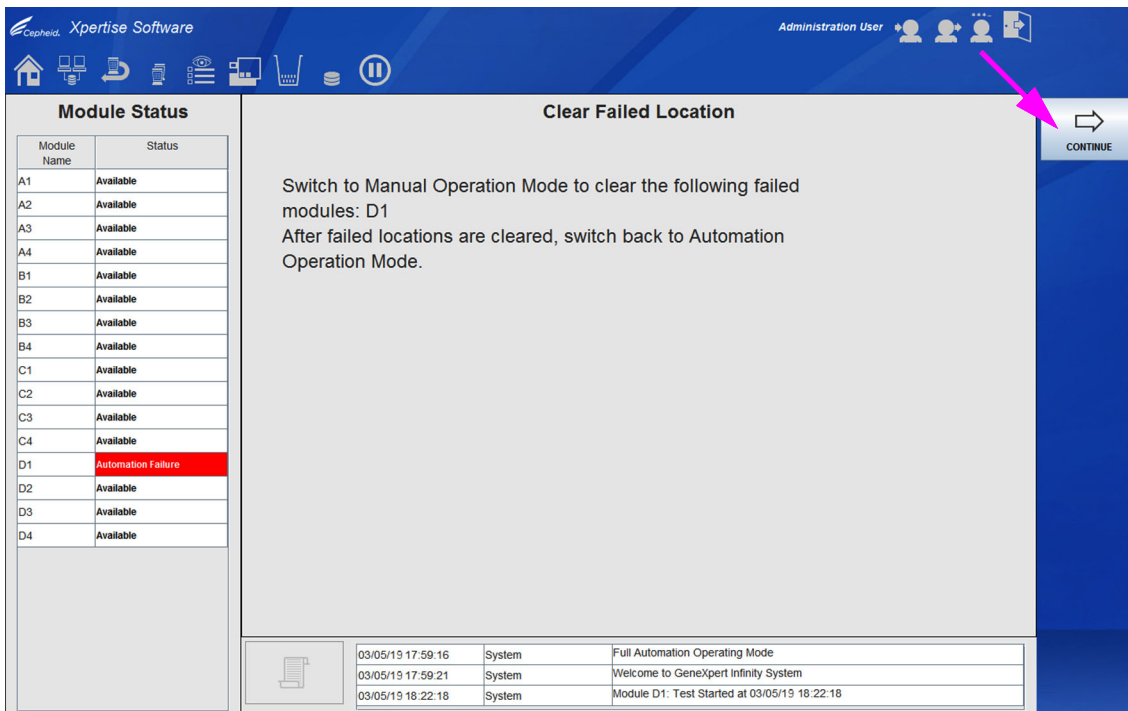

图 9-93. 提示切换到手动模式的清除故障位置 (Clear Failed Location) 工作区
1. 切换到手动模式以清除模块。如果试图在系统处于自动模式下清除故障模块，将显示一条消息，指示您切换到手动模式。请参见图 9-93。